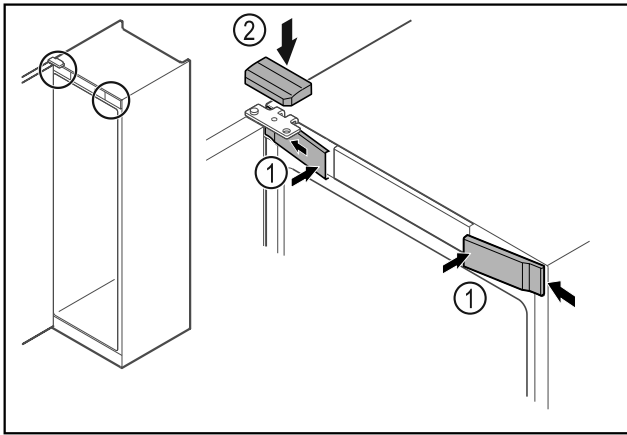

Fig. 62
- ▶ Accrocher les caches avant Fig. 62 (1) par les côtés et les enclencher.
- ▶ Insérer le cache supérieur Fig. 62 (2) par le haut.